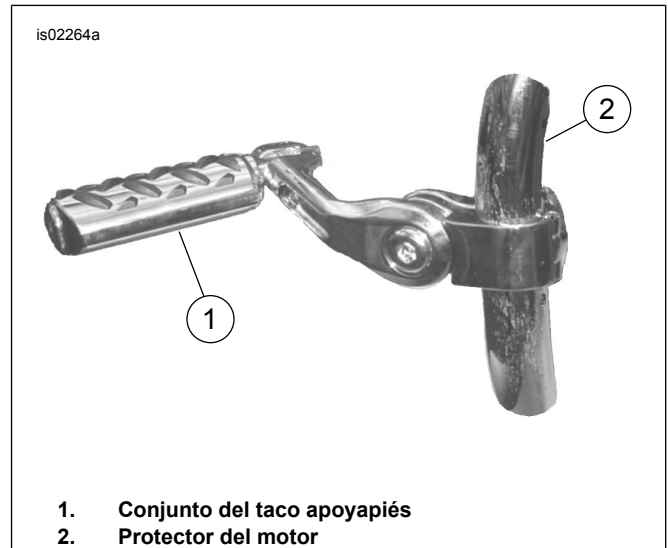
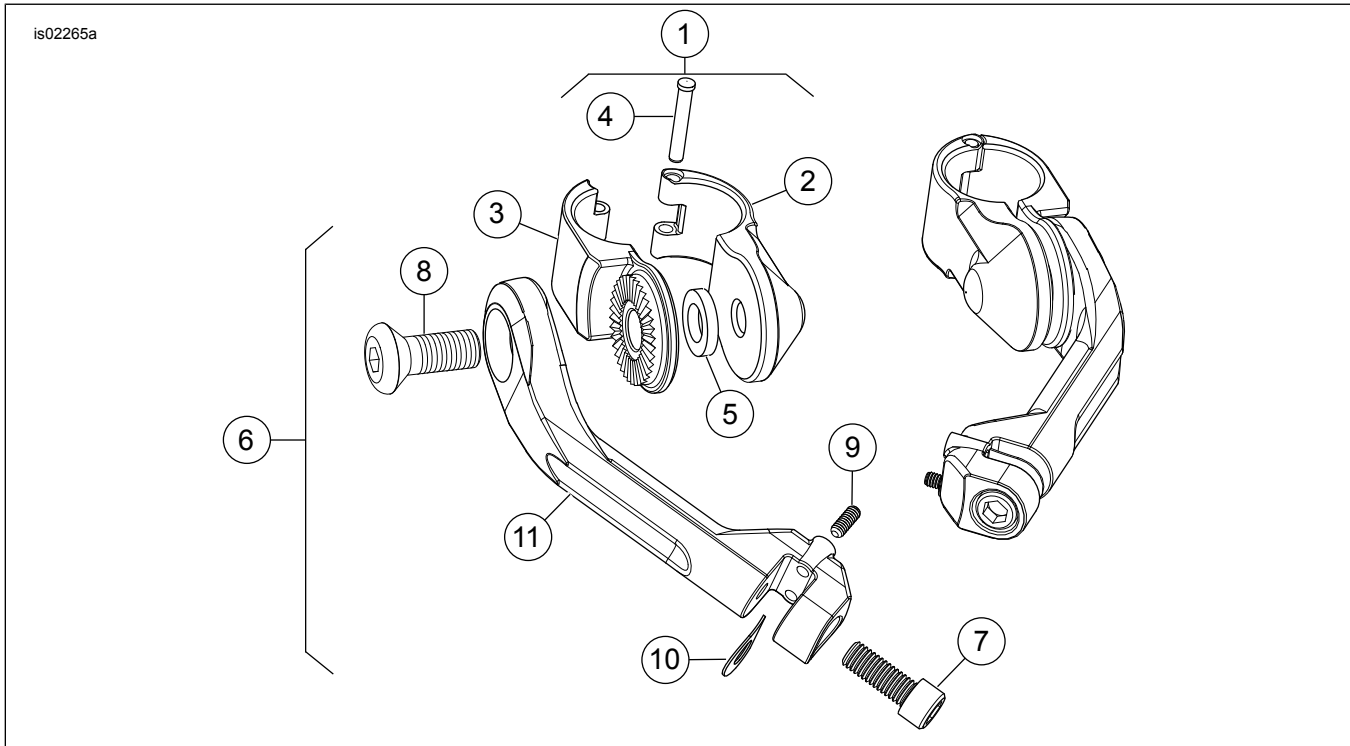

Figura 1. Conjunto del taco apoyapiés instalado en el protector del motor
Figura 2. Piezas de servicio: Kit de montaje del taco apoyapiés del protector del motor
Vea Figura 2 y Tabla 1.
2. Vea Figura 2. Obtenga del kit la abrazadera de montaje (1). Coloque las mitades de la abrazadera alrededor del protector del motor a la altura deseada e instale con la cabeza del pasador de la bisagra hacia arriba. La cara "dentada" de la abrazadera debe estar orientada hacia el brazo de extensión.
3. Obtenga del kit la arandela (5), el tornillo (8) y uno de los brazos angulados (11) (largo o corto, dependiendo del número del kit). Usando el tornillo, alinee e instale el brazo angulado con la arandela (5) colocada entre las "orejetas" de la abrazadera.
4. Vea Figura 1. Coloque el brazo angulado para que el taco apoyapiés gire hacia arriba y hacia la parte trasera de la motocicleta. No apriete completamente en este momento.
5. Vea Figura 2. Obtenga del kit el taco apoyapiés (vendido por separado), la arandela de presión tipo "D" (10) y el tornillo (7). Instale la arandela de presión tipo "D" para que esté colocada dentro del soporte (brazo) del taco apoyapiés con el borde cuadrado "D" hacia el interior del soporte. Sostenga la arandela en su posición y deslice el taco apoyapiés a su lugar. Aplique dos o tres gotas de Loctite 243 al tornillo. Instale el tornillo en el taco apoyapiés y apriete a 26 N·m (19 ft-lbs).